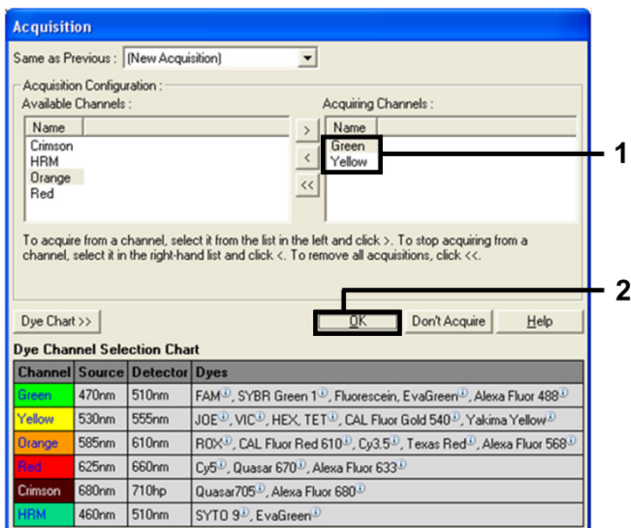

Figura 8. Aquisição de dados no passo de ciclagem de 60 °C.
10. Selecione Green e Yellow a partir da lista Available Channels (Canais disponíveis) e, em seguida, clique em > para os transferir para a lista Acquiring Channels (Canais de aquisição). Clique em OK (Figura 8).